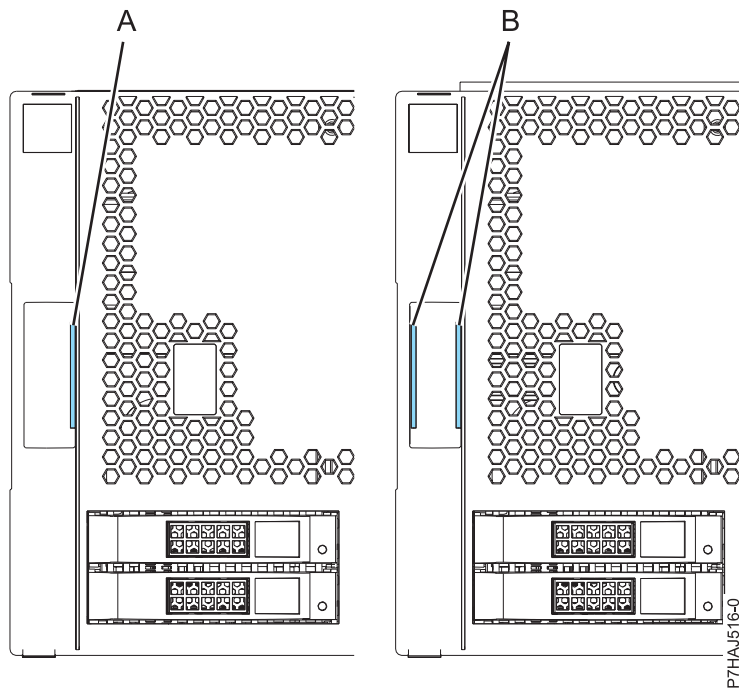

Figure 97. Identification des capots anciens et nouveaux
**Remarque :** Les anciens capots (expédiés avant le 1er mars 2011) sont reconnaissables à la bande bleue unique (A) située sur les taquets du capot. Les nouveaux capots possèdent deux bandes bleues (B). Voir figure 97, à la page 121.